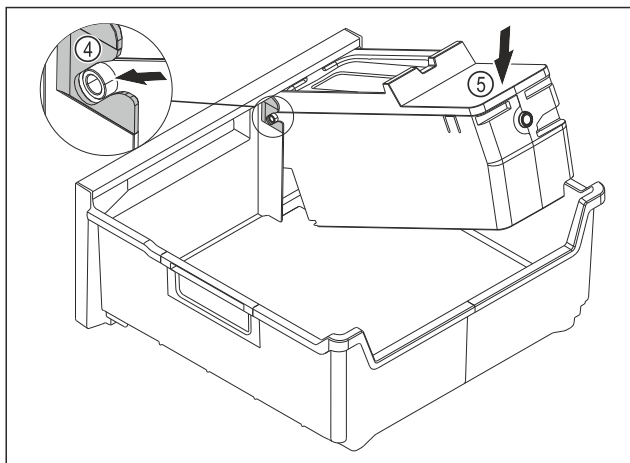

Fig. 149
- ▶ Montáž korpusu EasyTwist-Ice: Osy korpusu EasyTwist-Ice zasuněte do vedení Fig. 149 (4).
- ▶ Stlačte korpus EasyTwist-Ice Fig. 149 (5) vzadu dolů.